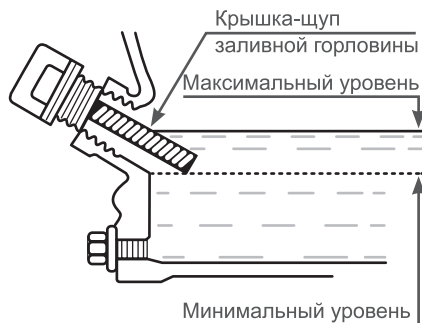

Рис.24
- Извлеките крышку/щуп заливного отверстия и на чисто протрите её (Рис.24).
Нормальным считается, когда масло находится на уровне нижнего края заливной горловины (А) Рис.24.